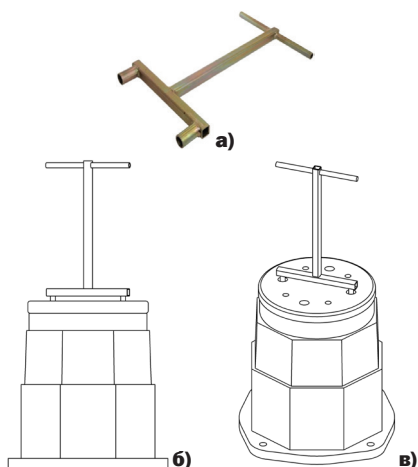

Рисунок 8 –
5.3. Ключ крышки колодцев (рисунок 8) изготовлен из стали и имеет антикоррозийное покрытие.